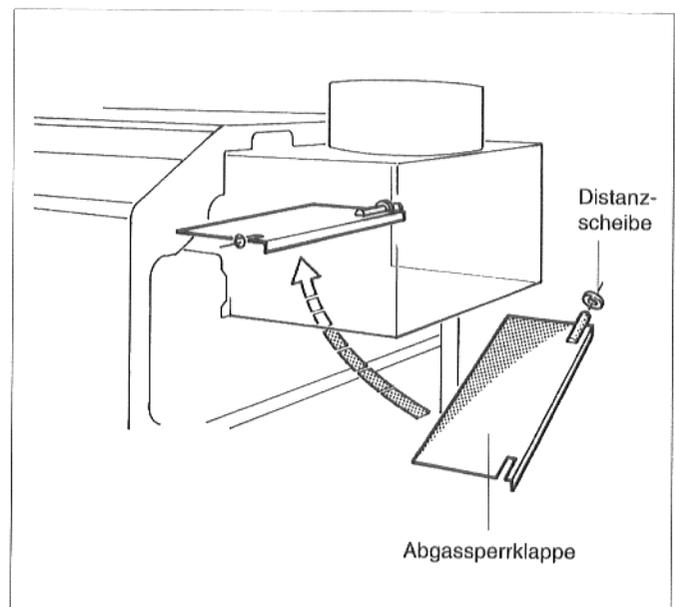

Abb. 3
3. Eine Distanzscheibe auf linken Lagerstift der Abgassperrklappe aufschieben (Abb. 3).
4. Abgassperrklappe von unten in die Strömungssicherung einführen und linken Lagerstift von innen in die Bohrung in der linken Seitenwand der Strömungssicherung einstecken. Abgassperrklappe dabei schräg halten (Abb. 3).